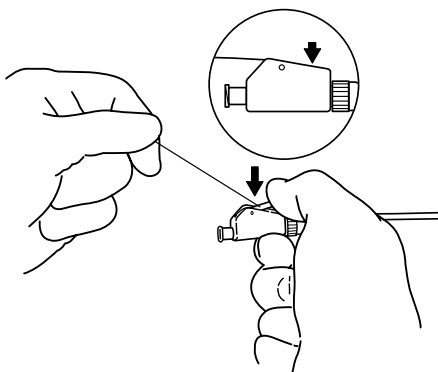

Fig. 2
- b. En tirant sur le fil de tension, pousser le levier de verrouillage vers le bas jusqu'à ce que l'enclenchement soit nettement ressenti. La boucle distale de l'endoprothèse est maintenant verrouillée en position. (**Fig. 2**)